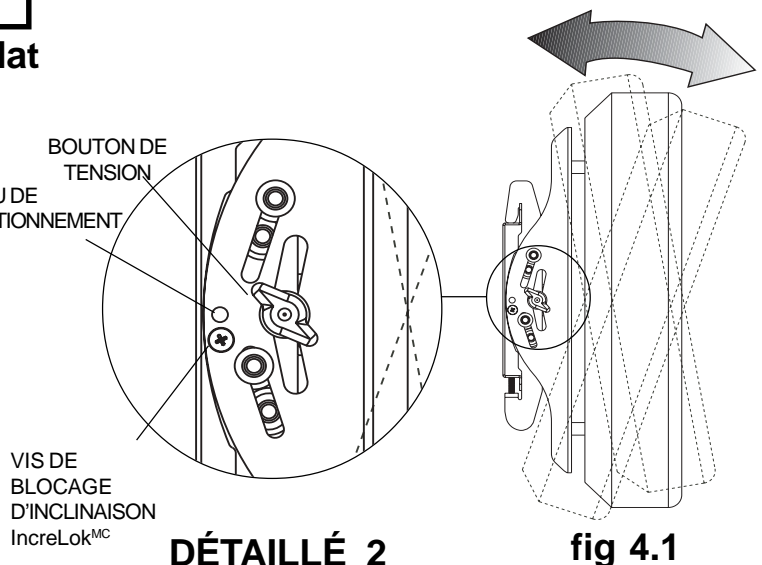

fig 4.1
Poussez ou tirez depuis de haut ou le bas de l'écran pour régler l'inclinaison, comme illustré à la figure 4.1. L'inclinaison peut être réglée à un maximum de 15° à l'avant ou 5° à l'arrière.
**Remarque :** Pour bloquer l'écran sur le réglage d'inclinaison souhaité, utilisez le trou de positionnement pour trouver la position correcte. Serrez les vis de blocage d'inclinaison InCreLokMC sur les deux supports inclinables comme illustré sur la figure 4.1 et le plan détaillé 2.